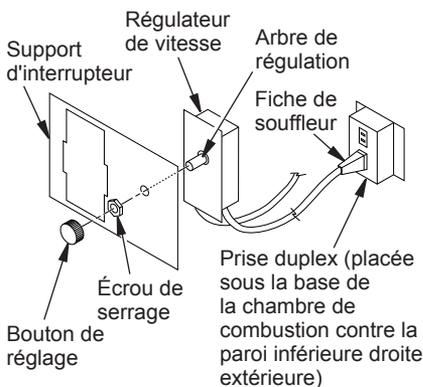

Figure 27 - Raccordement du régulateur de vitesse à la chambre de combustion
5. Montez la boîte du régulateur de vitesse sur le support de l'interrupteur en passant l'arbre de régulation en plastique à travers l'ouverture ronde du support de l'interrupteur (voir figure 27).
- Installez la boîte du régulateur de vitesse contre la plaque de montage dans la cavité inférieure du foyer en passant l'arbre de régulation en plastique par le trou rond (voir figure 27, page 20).
- Tout en tenant le régulateur de vitesse, fixez l'arbre de régulation avec l'écrou de verrouillage en poussant et tournant celui-ci dans le sens des aiguilles d'une montre avec une pince jusqu'à ce qu'il soit bien serré contre la plaque de montage. Positionnez le bouton de réglage fourni sur l'arbre (voir figure 27, page 20).